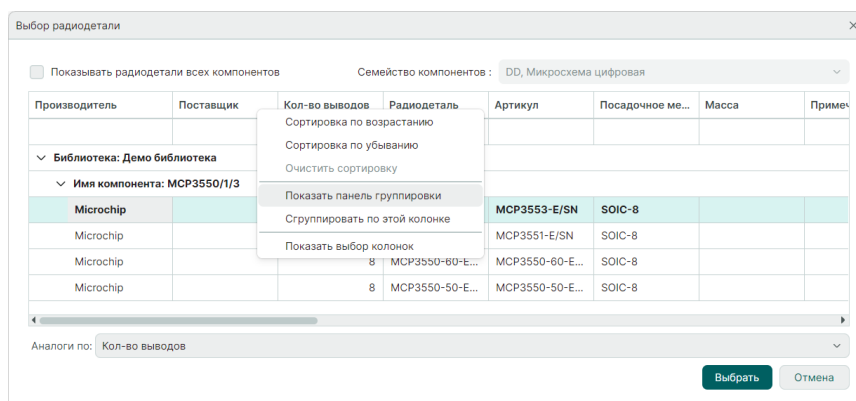

Рис. 109 Группировка радиодеталей по умолчанию
3. По умолчанию данные сгруппированы по столбцам «Библиотека» и «Имя компонента». Для отображения панели группировки используйте команду контекстного меню «Показать панель группировки» для любого заголовка столбца, см. Рис. 109.